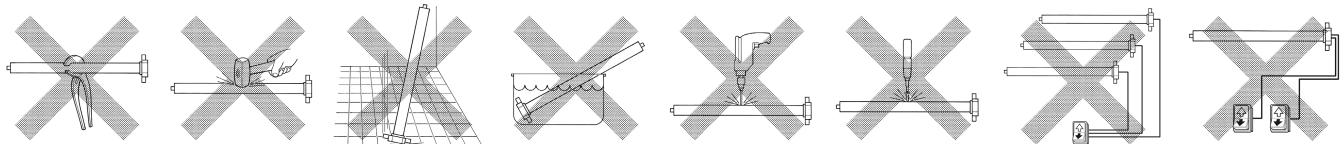

Fig. 1
- Non sottoporre il motore tubolare a schiacciamenti, urti, cadute o contatto con liquidi di qualunque natura; non forare né applicare viti per tutta la lunghezza del tubolare; non usare più invertitori di comando per lo stesso motore e neppure comandare più motori con lo stesso invertitore (fig.1); non tenere il motore vicino a forti fonti di calore né esporlo a fiamme; tutte queste azioni possono danneggiarlo ed essere causa di malfunzionamenti o situazioni di pericolo. Qualora accada, sospendere immediatamente l'uso e rivolgersi al servizio assistenza MHOUSE.